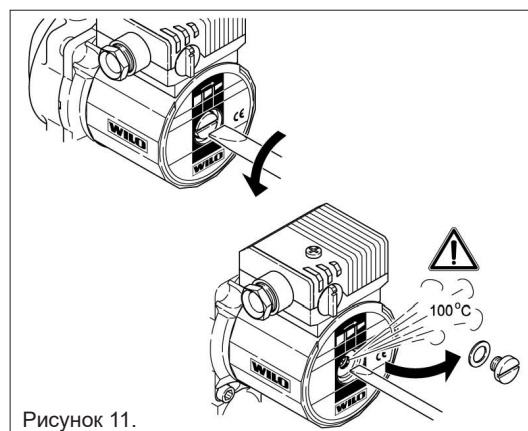

Рисунок 11.
3. Медленно откройте отверткой воздушный винт (осторожно - горячая вода!). Удалите воздушный винт полностью. См. Рисунок 11.